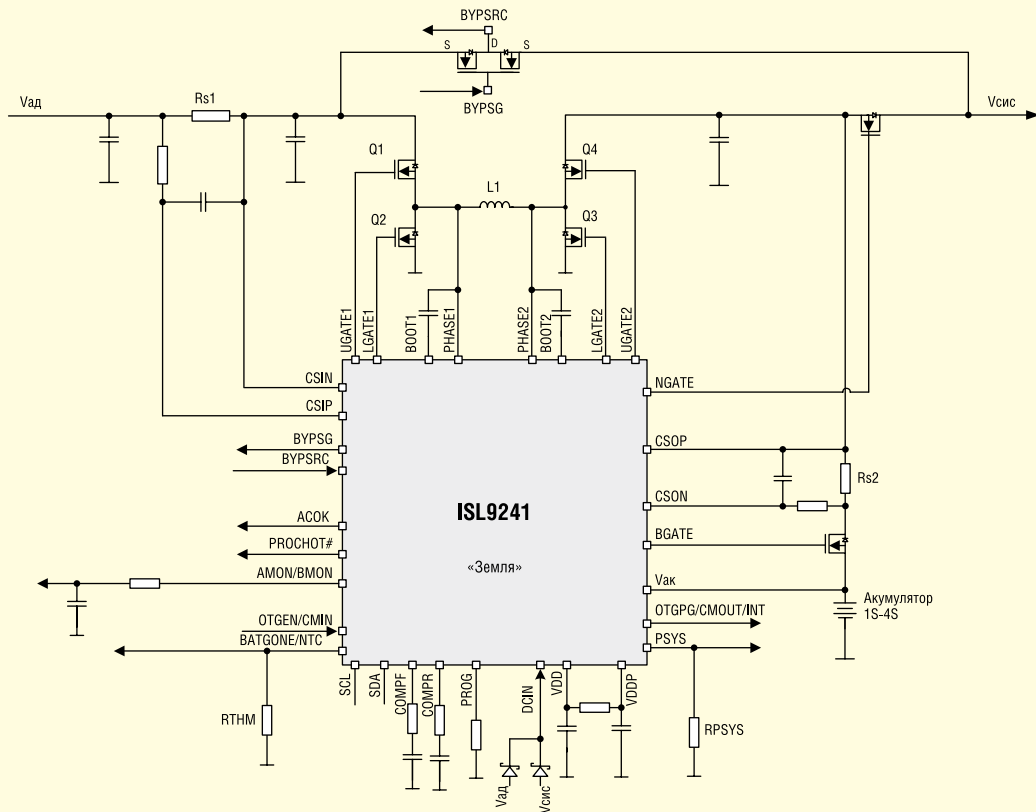

Рис. 8. Схема типового застосування комбінованого ЗП ISL9241
ISL9241 підтримує роботу в режимі зворотного зниження, підвищення, або підвищення-зниження до адаптера порту (режим OTG) для акумуляторів, що містять від двох до чотирьох елементів. У результаті забезпечується подача вихідної напруги з USB-C Power Delivery (PD) для портів електроживлення з програмним керуванням (PPS). ISL9241 може працювати тільки з акумулятором, тільки з адаптером або спільно з адаптером і акумулятором. Потужність системи забезпечується адаптером, акумулятором або адаптером і акумулятором разом. Системам, сумісним з Intel IMVP, ЗП ISL9241 надає функцію монітора споживаної потужності (PSYS) (див. рис. 8), яка посилає аналоговий сигнал, що характеризує загальну потужність платформи. Вихідний сигнал PSYS може під'єднуватися до регуляторів живлення ядра IMVP для забезпечення функції керування живленням, сумісної з технологією IMVP. ISL9241 також відстежує сигнал «гарячий процесор» (PROCHOT#) і підтримує додатковий режим (Supplemental Mode), що відповідає вимогам компанії Intel щодо адаптивного захисту Vmin Adaptive Protection (VAP), який полягає в підтримці напруги акумулятора вище за встановлений мінімум. У пристрої ISL9241 застосовується послідовний інтерфейс із протоколом SMBus/I²C, що дає змогу програмувати багато ключових параметрів, що забезпечує реалізацію індивідуального рішення.